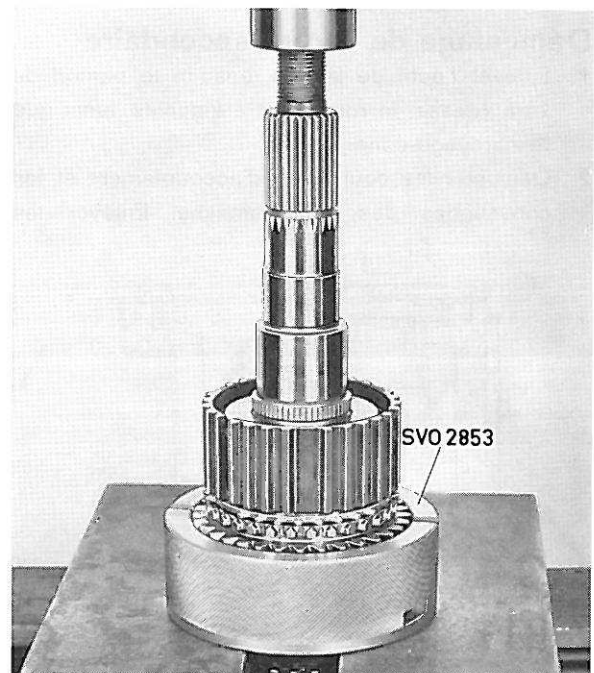

Figure 18. Démontage de l'arbre secondaire, I
3. Adapter la bague 2853 à l'arbre secondaire. Poser l'arbre dans une presse et mettre un support sous l'outil comme indiqué sur la figure 18. Extraire le pignon de 2ème vitesse et le moyeu de synchronesh de 1ère et 2ème vitesses.